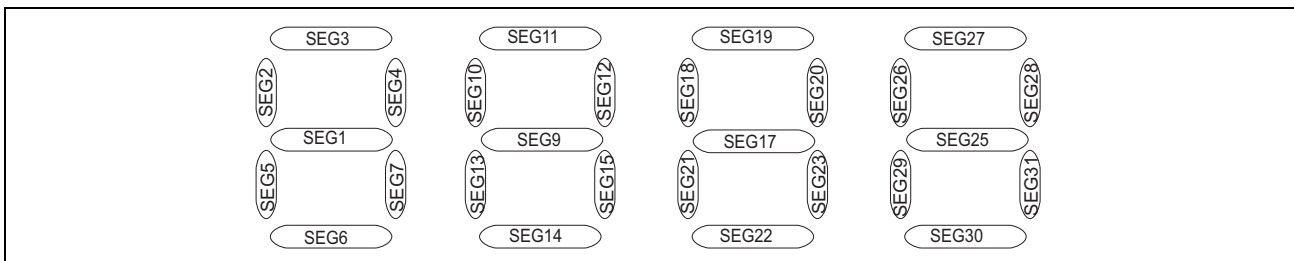

图 3 本例子使用的 4 位 7 段 LCD 的段信号的对应图
(4) 本例子使用 4 位 7 段 LCD 进行静态驱动的液晶显示。本例子使用的 4 位 7 段 LCD 的段信号和公共信号的对应图如图 3 所示。